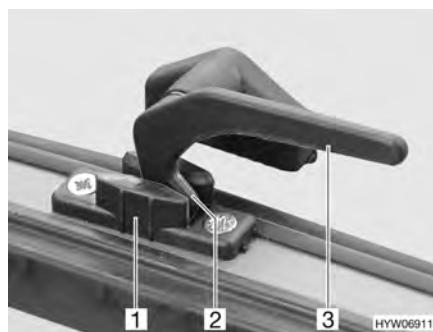

Bild 56 Låsarm i läget "kontinuerlig vädning"
- I läget "kontinuerlig vädning" (Bild 56)
- Sväng låsarmen (Bild 56,3) ett kvarts varv mot fönstrets mitt.
- Vrid tillbaka låsarmen. Därvid måste låsspaken (Bild 56,2) föras in i spåret på fönsterlåset (Bild 56,1).